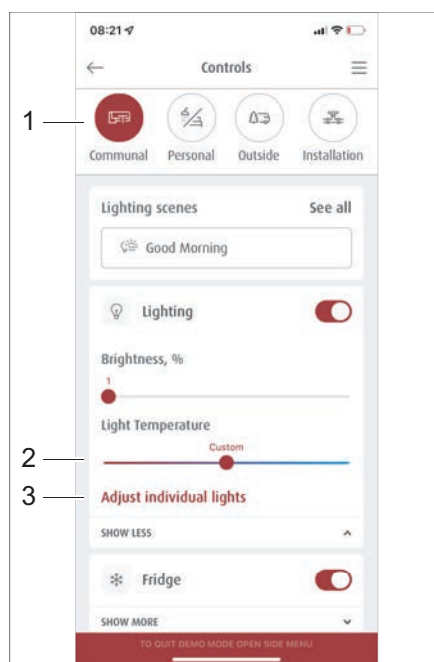
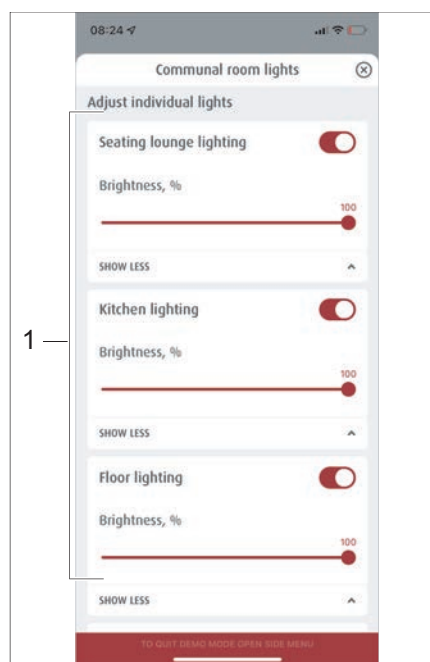

Fig. 279 Sélection de scénarios préétablis
Fig. 280 Gestion des scénarios
- Dans le menu *Commande*, appuyer sur la touche *Habitation* (Fig. 279,1).
- Dans le menu *Habitation*, appuyer sur *Régler individuellement les lumières* (Fig. 279,3). Le menu *Régler individuellement les lumières* (Fig. 280) s'ouvre.
- Dans la sélection de l'éclairage (Fig. 280,1), choisir l'éclairage souhaité et régler la température de la lumière à l'aide de l'interrupteur coulissant (Fig. 279,2).